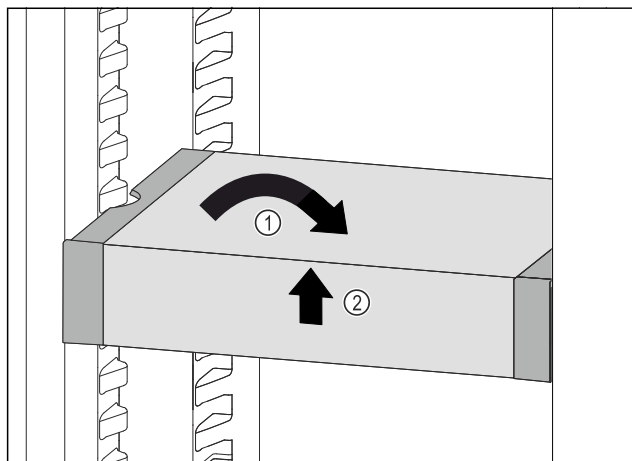

Fig. 113
- VarioSafe postavte rovno. Fig. 113 (1)
- VarioSafe nadvihnite vpredu. Fig. 113 (2)